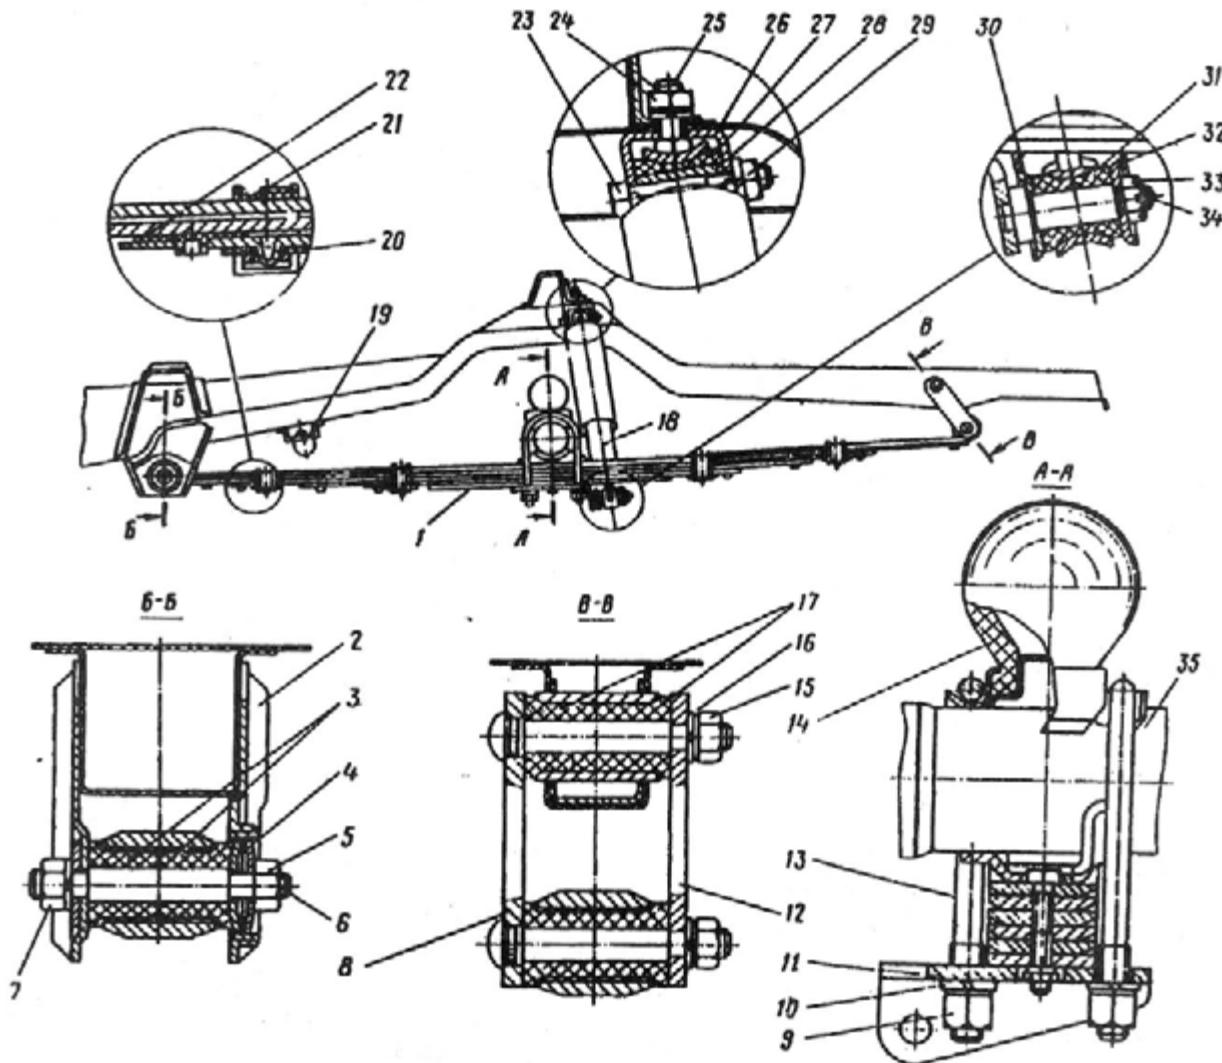

Рис. 196. Задняя подвеска:
- Отверните гайки 9 (рис. 196) стремянок, снимите пружинные шайбы 10, накладку 11 стремянок и резиновый буфер сжатия 14.
2. Разогните хомуты 21 (см. рис. 196).